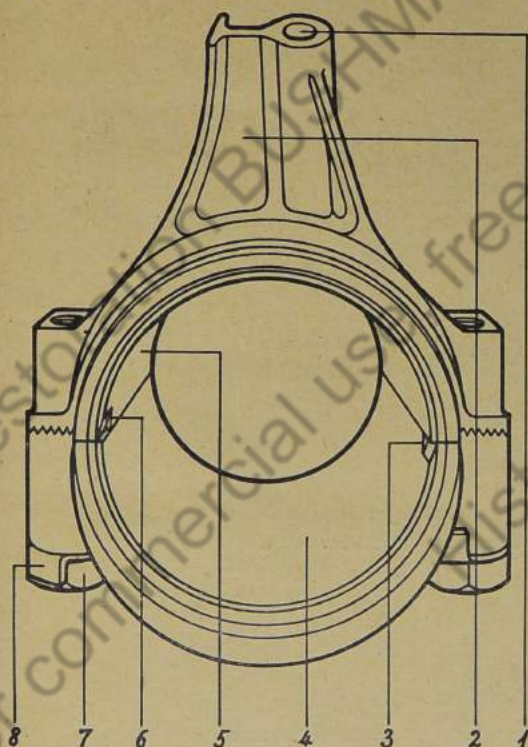
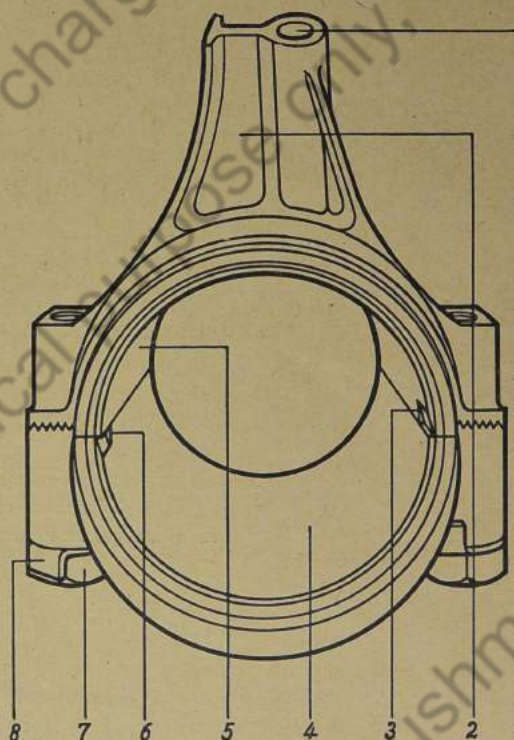

Bild 119: Anordnung der Nasen gegen Verdrehen der Pleuellagerschalen
Bild 120: Anordnung der Nasen gegen Verdrehen der Pleuellagerschalen
3. Beim Einbau der vorgedrehten Lagerschalen ist festzustellen, ob die Nase gegen Verdrehen der Lagerschalen an jeder Lagerschale angebracht ist. Ist dies nicht der Fall, dann können die Pleuelstangen Nr. 500951—0 (Bild 119) nur für die rechte Zylinderreihe 1—4 und die Pleuelstangen Nr. 500951—1 (Bild 120) nur für die linke Zylinderreihe 5—8 verwendet werden.